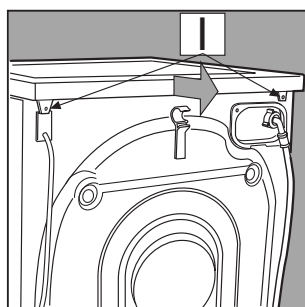

Abb. 3
2. Nehmen Sie den Deckel ab. Schrauben Sie hierzu die beiden Schrauben **I** aus, und ziehen Sie den Deckel nach vorne hin ab. [Abb. 3]